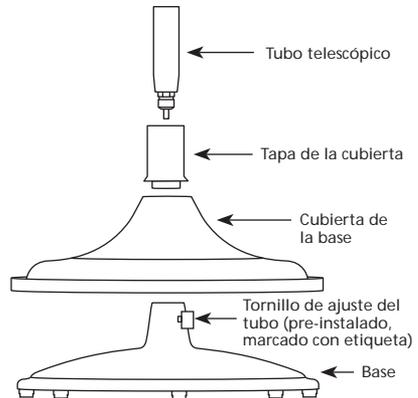

FIGURA 1
1. Deslice la tapa de apoyo de la cubierta sobre la parte inferior del tubo telescópico. Vea la Figura 1.
4. Ubique el tornillo de ajuste del tubo (pre-instalado y etiquetado) en el cuello de la base. Vea la Figura 1.
5. Use una llave ajustable para apretar el tornillo de ajuste (etiquetado y pre-instalado) hasta que se detenga firmemente contra el tubo telescópico. Vea la Figura 1.
6. Baje la cubierta sobre la base. Vea la Figura 1.
7. Gire la tapa de apoyo de la cubierta en el sentido horario hasta que la base esté apretada. Vea la Figura 1.